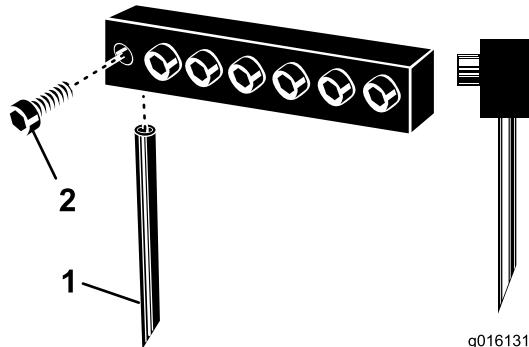

Figura 26
3. Desaperte as cavilhas de vedação e retire os dentes previamente utilizados (Figura 26).
Nota: Os dentes ocos devem ser posicionados com a ranhura de ejeção voltada para trás, ao passo que os dentes sólidos devem ter o ângulo da ponta do dente voltado para a máquina (Figura 26).